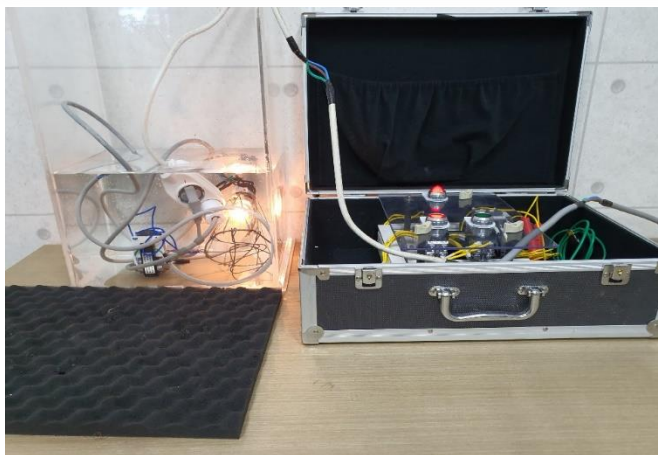

图1
- 根据电器用品安全标准 (K 60990 [IEC 99-08] ) AC 220V端子浸入于水槽的状态下, 如图1所示, 将泄露的电流与第3类接地并联, 确认为5mA以下。
[图1]如上所述，在等价电路上设置任意电阻 $27K\Omega$ ，可测出 $8mA$ 泄漏的电流。